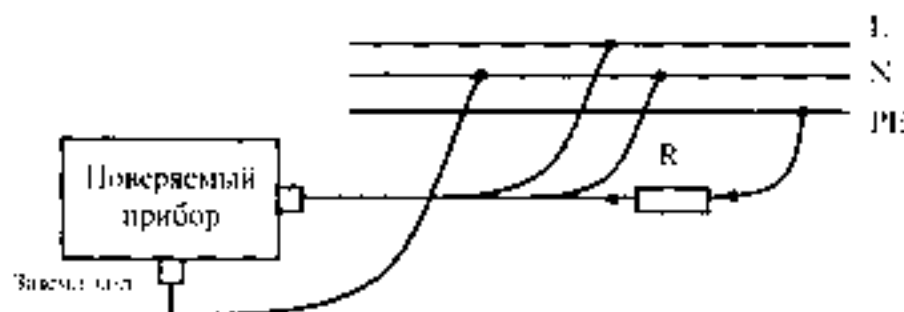

Рис. 5. Схема измерения значения величины сопротивления заземления « $R_{из}$ »
**2 этап.** Подключить поверяемый прибор согласно схеме, приведенной на рис. 5.